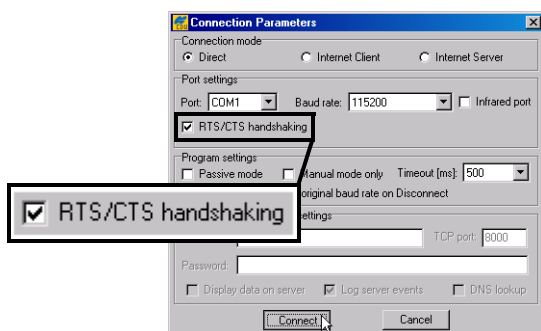

Figura 5-9. Parámetros de Conexión – Negociación RTS/CTS
2. Abra PC-CDU. En el cuadro de diálogo *Connection Parameters*, habilite *RTS/CTS handshaking* (negociación RTS/CTS) y haga clic en **Connect** (Figura 5-9).